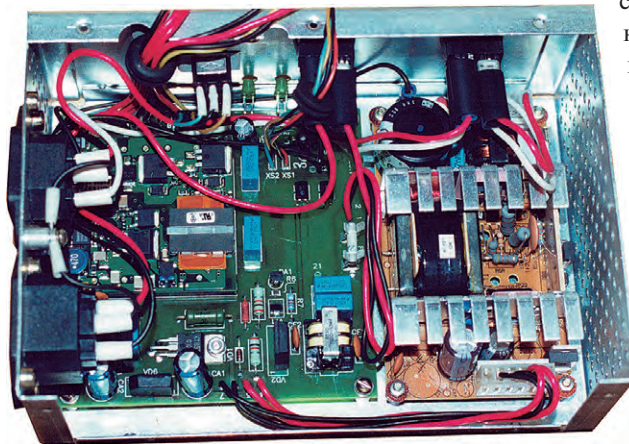

Рис. 4. Внешний вид конструкции ИВЭП с питанием от двух электросетей
6. Объём корпуса ИВЭП, построенного на базе преобразователей EXB30-48S05 и NLP40-7617 фирмы Artesyn Technologies, составляет 1,5 л (внешний вид конструкции ИВЭП показан на рис. 4).